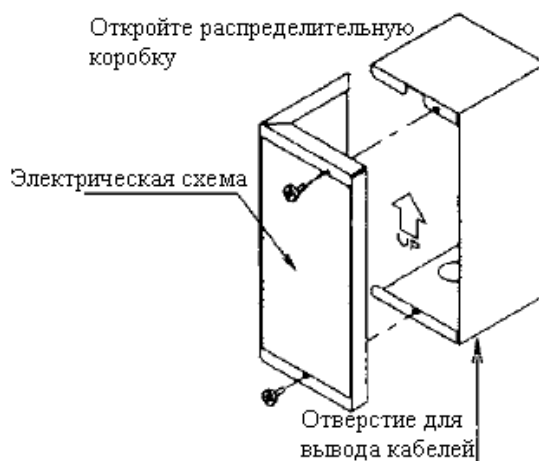

Рис. 12
- Снимите крышку распределительной коробки, отвинтив винты, как показано на Рис. 12.
- Проведите кабели через отверстия, имеющиеся в основании распределительной коробки (Рис. 12 и 13). Излишки длины кабелей должны находиться в распределительной коробке, чтобы исключить возможность их повреждения.